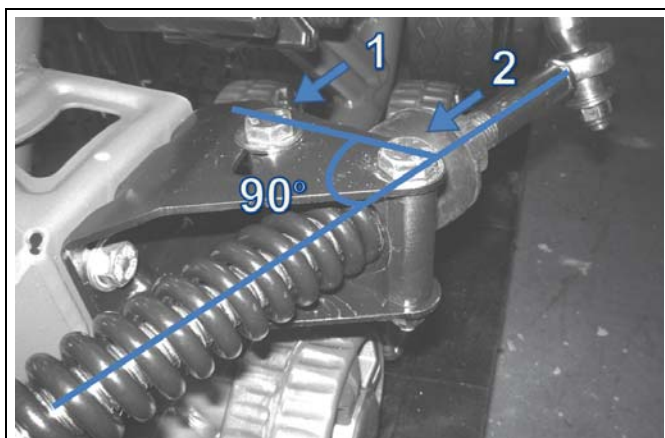

Abbildung 12
- Stellen Sie die Verdrehsicherungs-Halterung im 90-Grad-Winkel (senkrecht) zur Stabilisierungsstange ein. Ziehen Sie die beiden Befestigungsschrauben (1 und 2) des Verdrehsicherungsbügel mit einem Drehmoment von 50 Nm fest. (Siehe Abbildung 12).